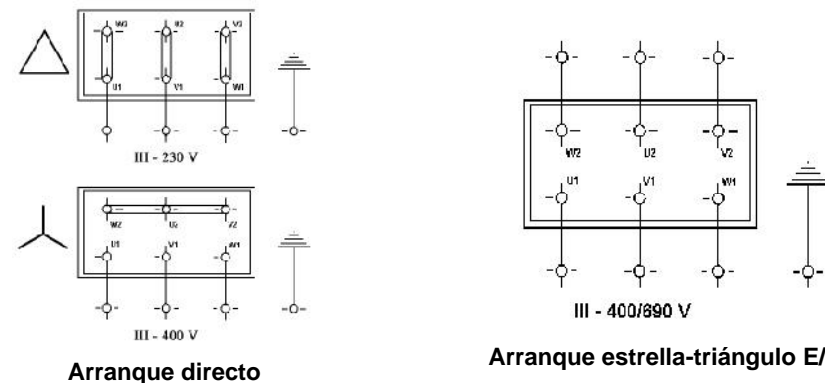

Figura 3: Conexión trifásica
- Conecte la bomba a la red eléctrica teniendo en cuenta las especificaciones anteriores y el esquema eléctrico de conexión que se facilita a continuación (figura 3).